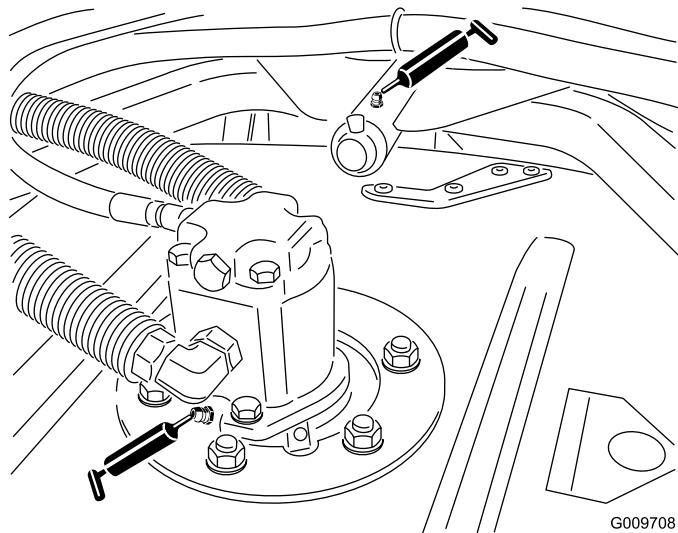

**Figure 24**
- Bagues de bras de relevage (1 par tablier) (Figure 24).
- Bagues de vérin de relevage (2 par tablier) (Figure 24).